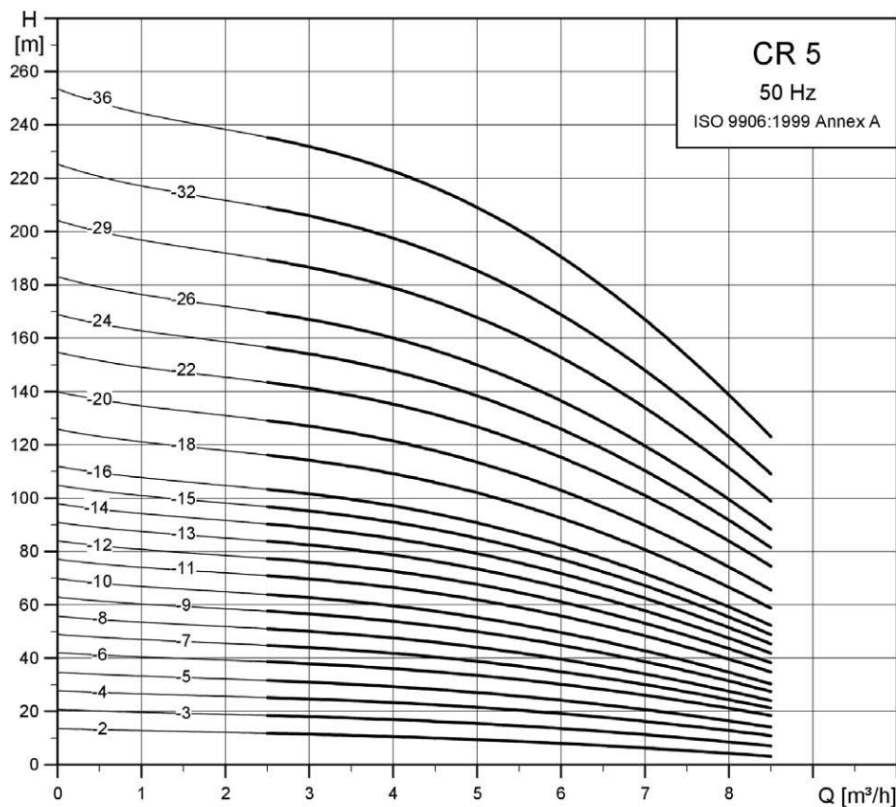

Figure 2
La figure 2 présente les caractéristiques de différentes pompes. L'abscisse  $Q$  du graphe est le débit volumique de la pompe et son ordonnée  $H$  la hauteur manométrique. Ici,  $H = h + \frac{P_S - P_0}{\rho_{\text{eau}}g}$ .
**Q 7.** Parmi les pompes dont les caractéristiques sont présentées figure 2, quel est le numéro de la pompe la mieux adaptée à cette utilisation ? Justifier la réponse.